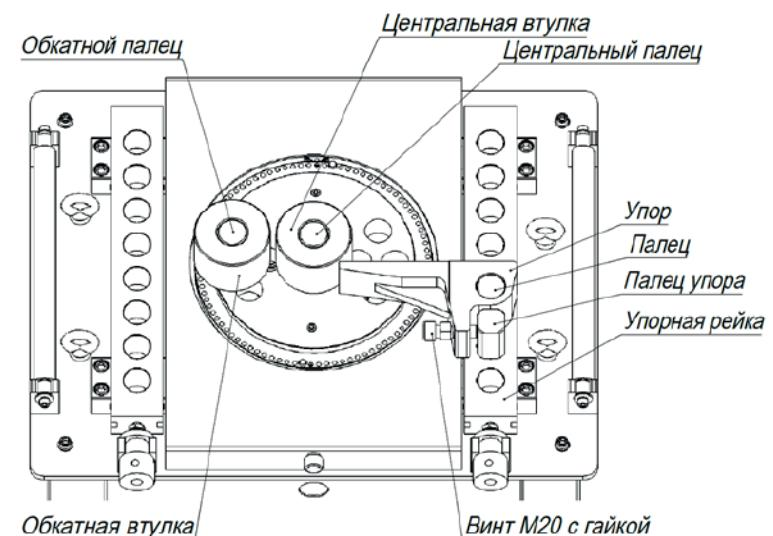

Рис. 3. Схема расположения гибочных приспособлений (VPK Г-55)
- установите упор в упорную рейку. Упор необходимо зафиксировать при помощи пальца упора и винта М20 с гайкой (для станка VPK Г-55) (см. рис. 3). Для гибки больших диаметров арматуры рекомендуется использовать обкатные втулки;